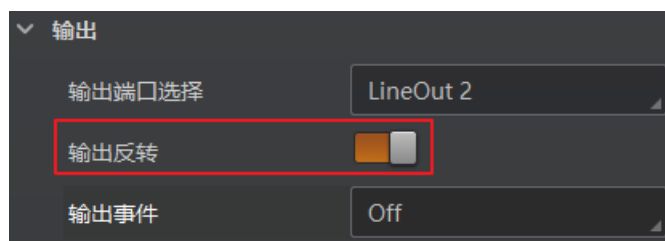

图3-68 输出反转
4. 若需要设备输出与此刻相反的信号，则启用输出反转功能，如图 3-68 所示。